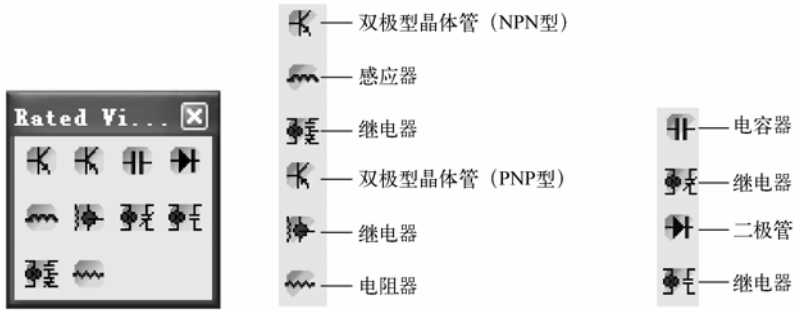

图 3-60 虚拟定值元器件按钮
9) 虚拟定值元器件按钮。弹出窗口和各个图标如图 3-60 所示。其代表的元器件如图 3-61 所示。